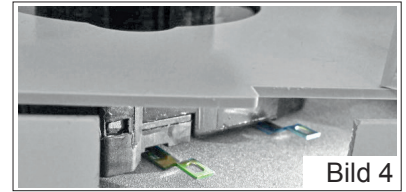

Bild 4
1. Die gelbe Öse am Motor ziehen bis sie einrastet (Bild 4).
1. Die weiße Öse am Motor ziehen bis sie einrastet (Bild 4).